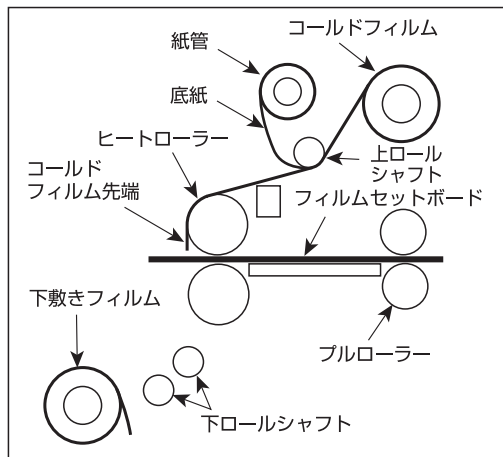

図1
2. 機械の真ん中にフィルムセットボードを図1のようにヒートローラーからプルローラーまで通しててください。このときフィルムセットボードは図1のようにヒートローラーから出ている状態で設置してください。
4. 接着部分を剥がした後、接着面のないフィルムを紙管を取付けた巻き取りテープ等でボビンに貼り付けてください。接着剤のあるフィルムは図1のように上ヒートローラーに、たらししてください。